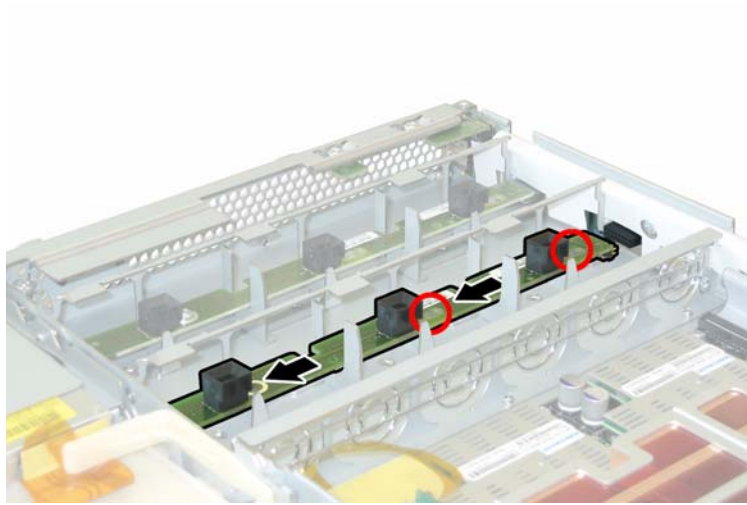

ABBILDUNG 3-24 Ausbauen der Lüfteranschlussplatine
- b. Schieben Sie die Lüfteranschlussplatten zur Mitte des Gehäuses, um sie von der vorderen I/O-Platine zu trennen und aus den beiden Haltenasen am Gehäuse zu lösen. Siehe ABBILDUNG 3-24.**